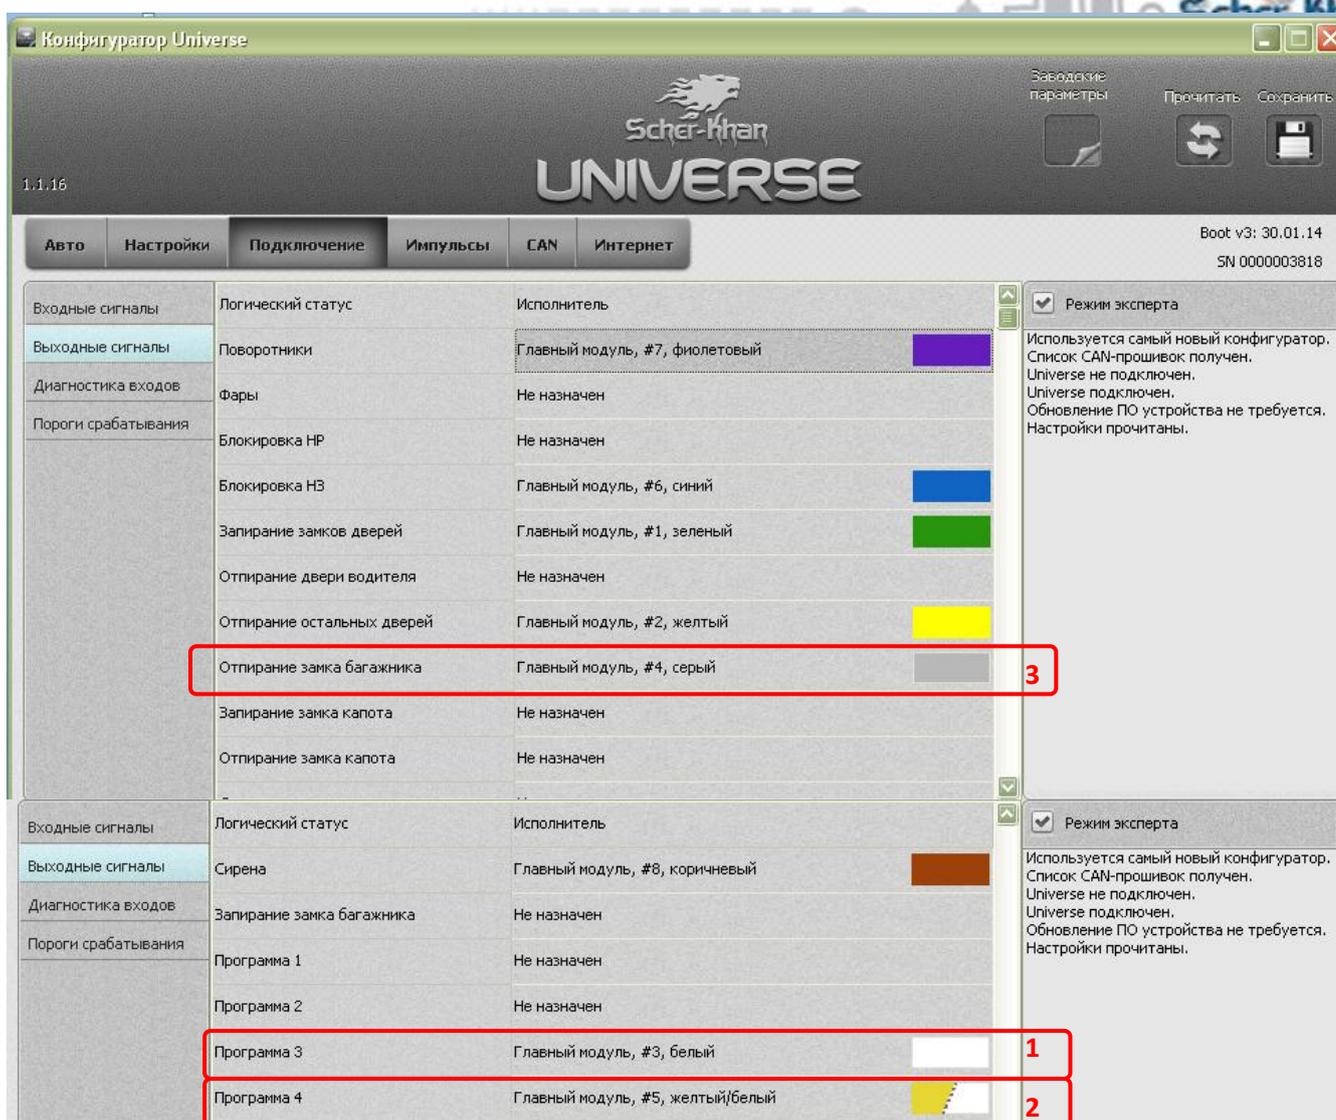
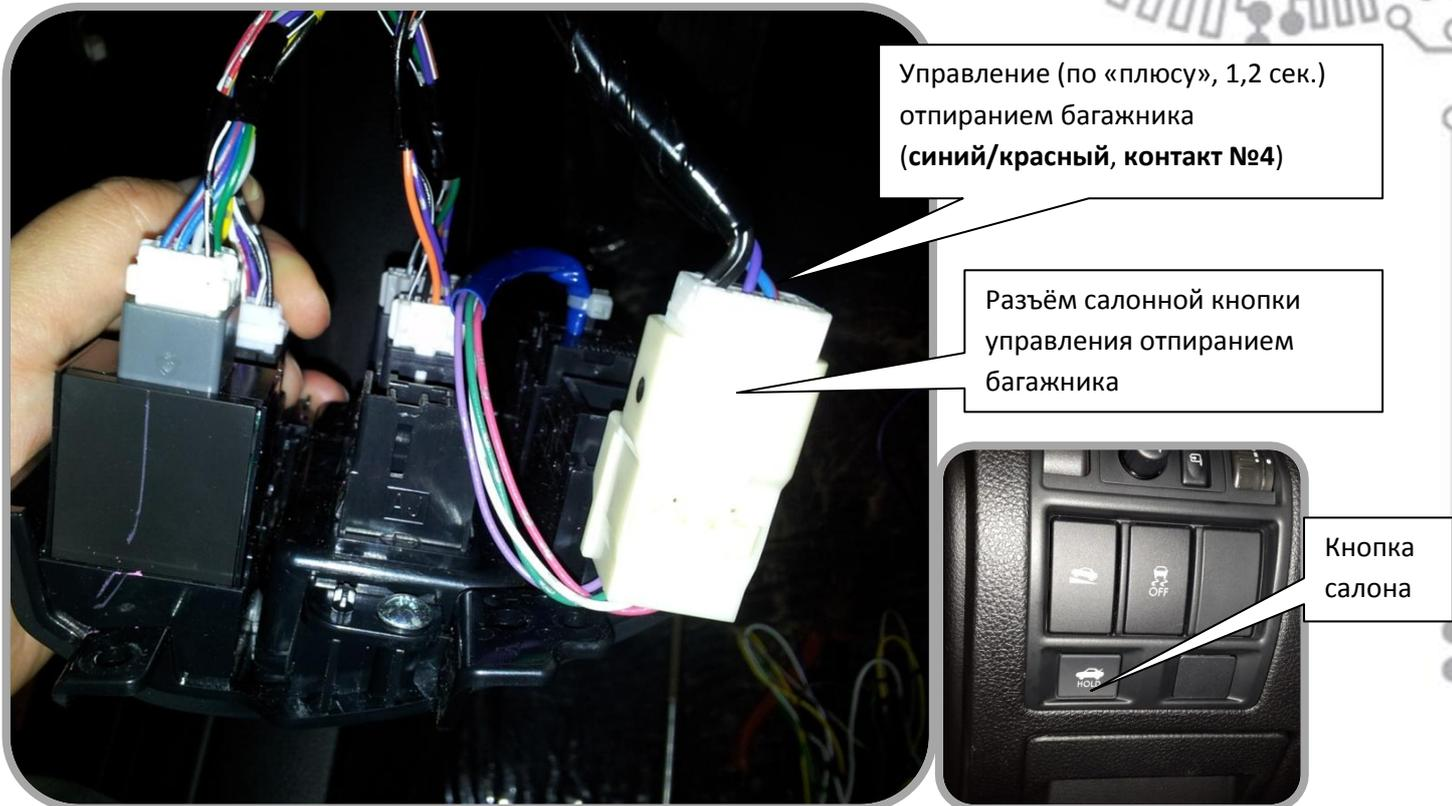
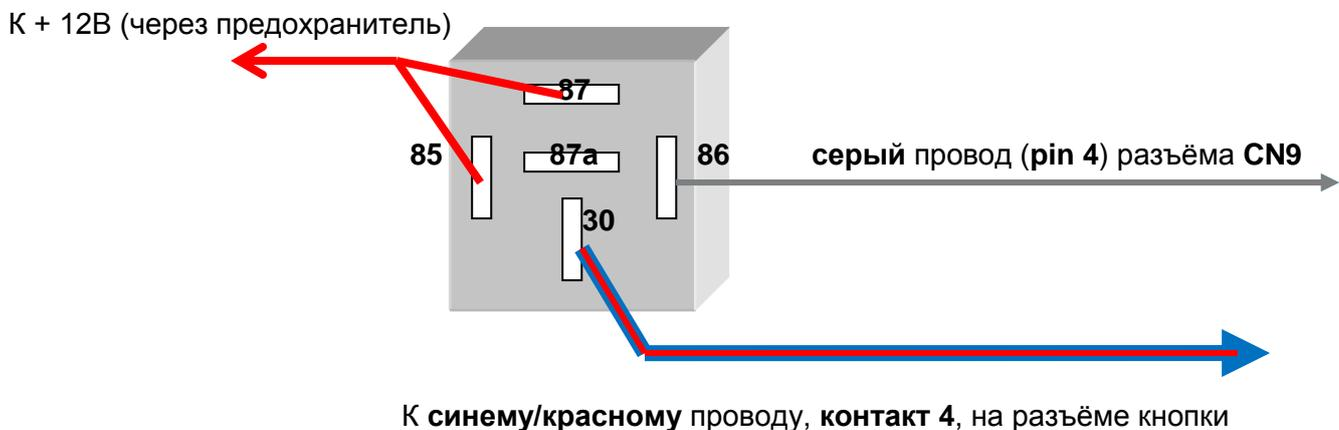
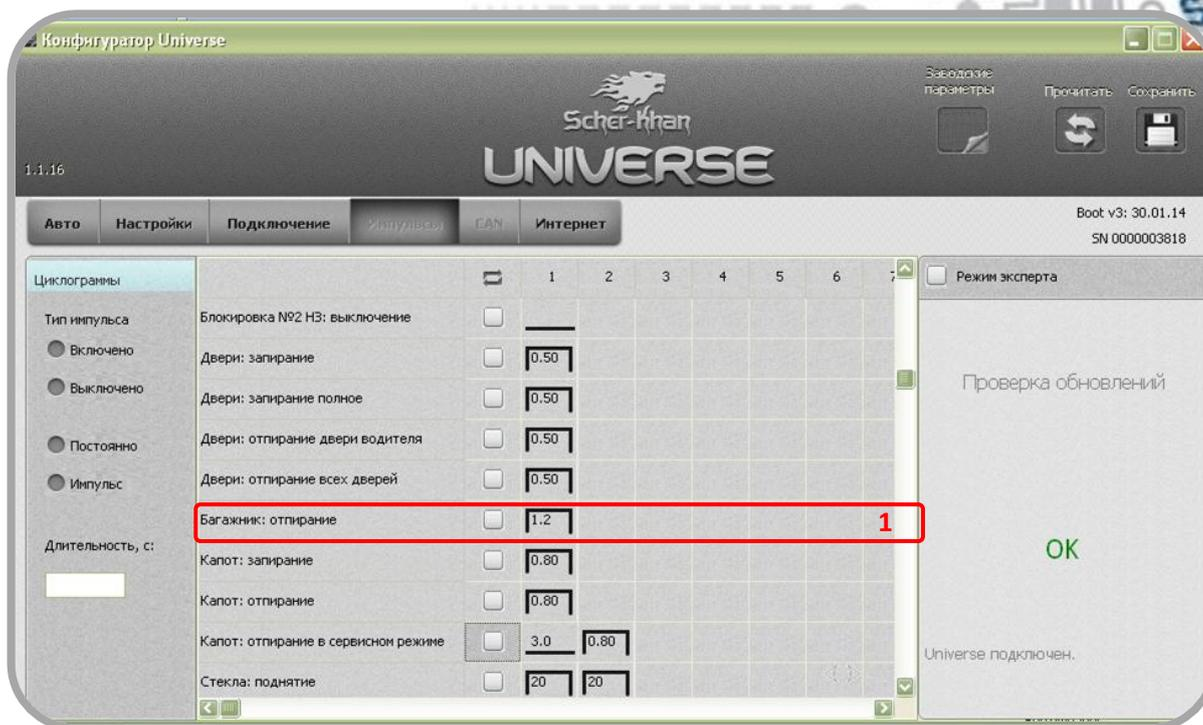

Рис. 9: Конфигуратор Universe. Страница «Подключение выходных сигналов».
Рис. 11: Подключение отпирания багажника.
Рис. 12: Подключение реле инверсии полярности выхода на отпирание багажника.
Рис. 13: Конфигуратор Universe. Страница «Импульсы».
Для управления открыванием багажника с помощью системы Universe 1 (2) подключите **серый** провод, **pin 4** разъёма **CN9** – **отрицательный** выход системы Universe 1 (2), через реле инверсии полярности, к **положительному синему/красному** проводу, **контакт 4**, на разъёме салонной кнопки управления, см. рис. 11 и схему рис. 12. Необходимое время работы импульса на отпирание багажника (1,2 секунды) уже заложено в прошивке, (см. страницу «Импульсы» в программе Конфигуратор Universe, рис. 13, вставка 1).
- **выход №4** (серый провод разъёма выходов CN9) предназначен для аналогового управления замком багажника, и уже имеет запрограммированную в CAN программе необходимую длительность работы 1,2 секунды, (см. вставку 3 на рис. 9 и вставку 1 на рис. 13), *(кроме прошивки Subaru Forester (SSB) и Subaru BRZ [U1_SubaruT_v1.2.2], где управление замком багажника организовано CAN командой в прошивке).*